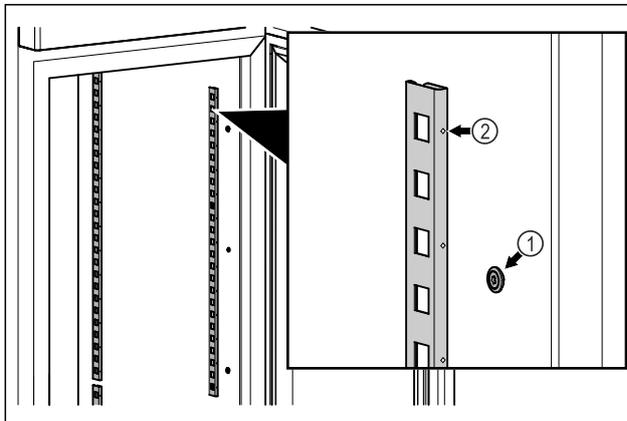

Fig. 83 Simbolična slika
- ▶ Zagozdne letve obesite na Fig. 83 (1) obojalni element. Oznaka Fig. 83 (2) mora biti obrnjena naprej.